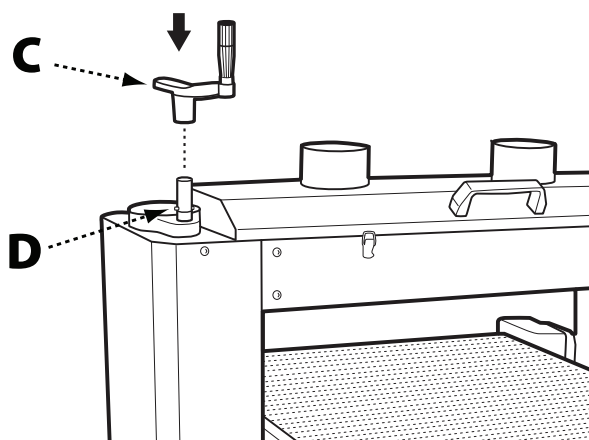

FIG. 3
1. Installez la manivelle (C) en alignant la rainure au fond de la manivelle avec la goupille située sur l'axe (D). Voir Fig. 3.